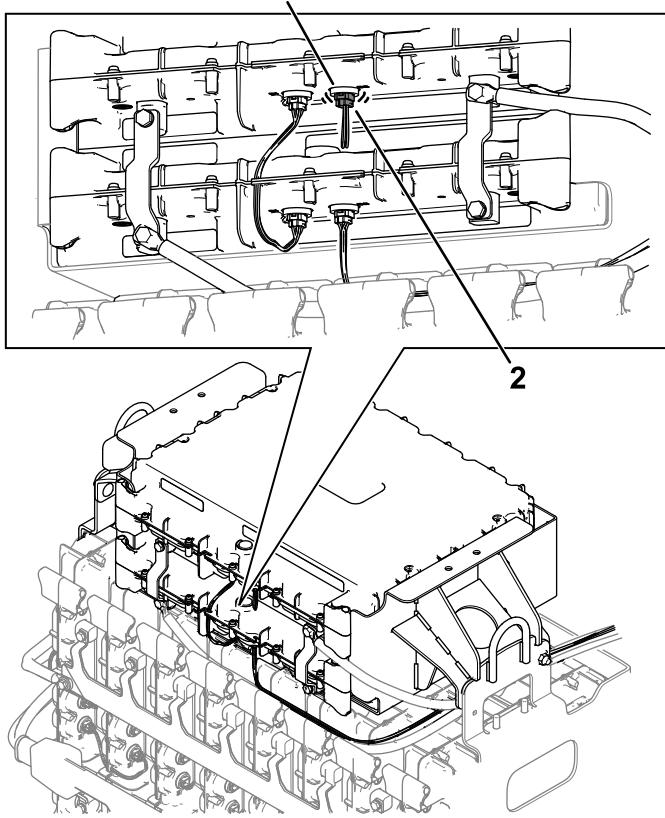

図 9
5. ステップ3で取り外した (CAN) ワイヤーハーネスをバッテリートレイの上部バッテリーのD2バッテリーポートに取り付ける (図9)。